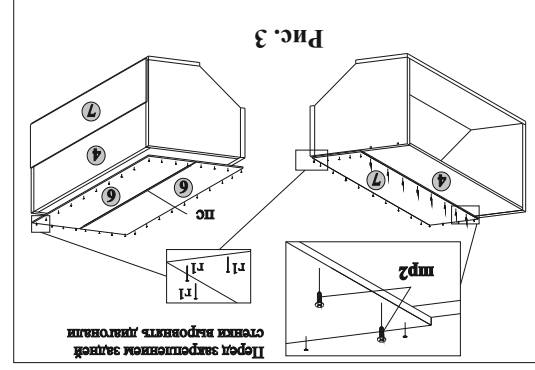

Рис. 3
5.6. Уложить корпус на стенку боковую 1 так, чтобы бок задний 4 был сверху. Закрепить заднюю стенку 7 на корпусе с трех сторон с помощью гвоздей г1, к боку заднему 4 одну сторону закрепить шурупами шр2. Затем уложить шкаф на вторую стенку боковую 1, установить на корпус две стенки задние 6, предварительно соединив их между собой планкой соединительной шс, закрепить гвоздями г1 при помощи молотка (рис. 3).